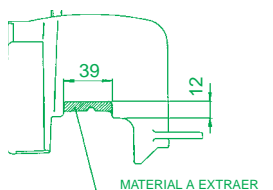

Fig. 1
- Introducir la junta de culata (9) y la culata (7) en los espárragos hasta el tope con el cilindro.
- Montar la tapa en el cilindro (modificado como muestra la Fig. 1), el encañalador y la nueva bujía (ver sección “Recomendaciones Importantes”).